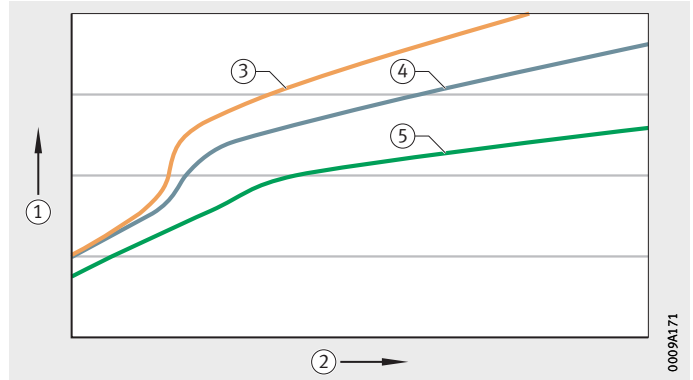
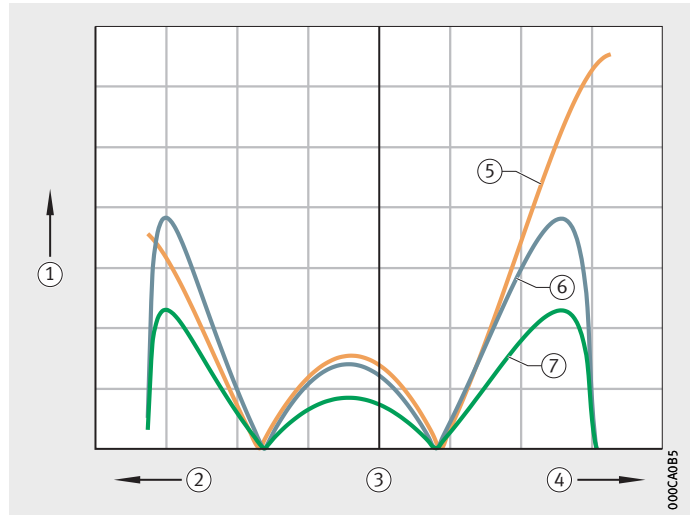

图 3
图 4
- 修形滚动体可降低表面起源失效指标¹⁾，第5页，图4。
- 固定中档边可提高轴向刚度，从而减小传动链的轴向滑动距离，第5页，图3。
接触角，固定中档边，以及修形的滚动体的影响，参见图 3 和图 4。